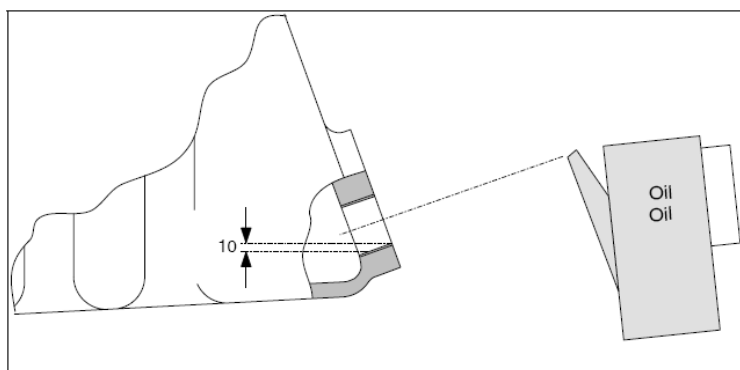

图23-17向驱动装置中添加机油
- 3) 通过滤油孔向驱动装置中添加经过过滤的润滑油（大概11.0升）（→图23-17）。